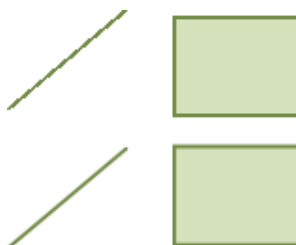

Рисунок 4.103 – Изображение графических элементов с использованием антиалиасинга (на изображении снизу антиалиасинг включён)
**«Антиалиасинг»** служит для устранения контурных неровностей на краях изображений для улучшения качества визуализации (Рисунок 4.103).